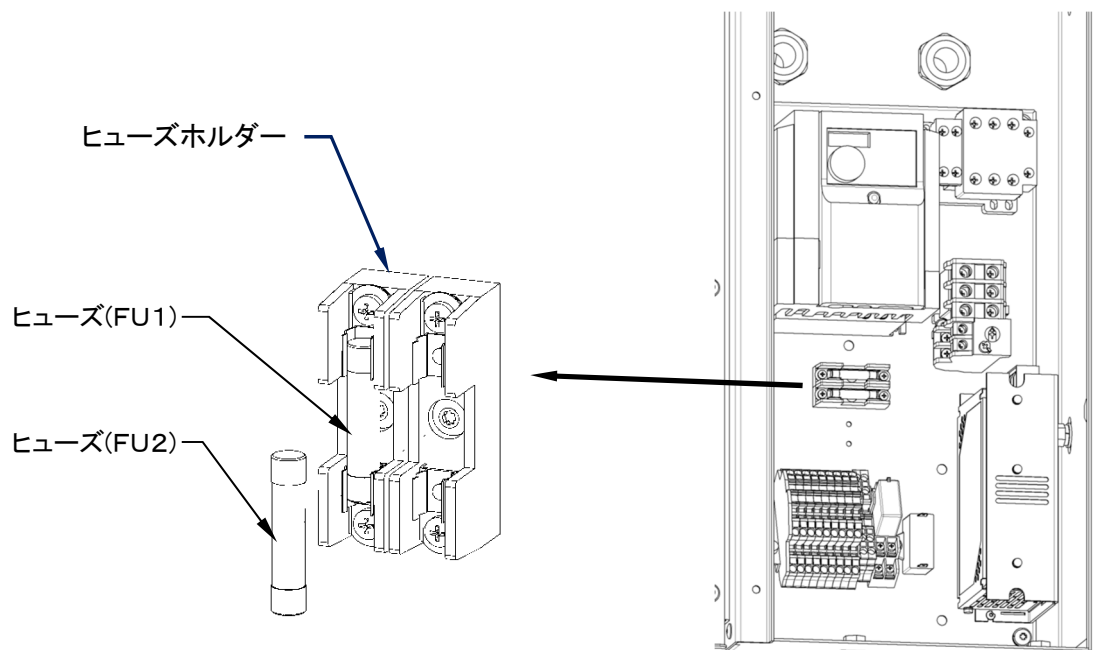

図 8-24
2) ヒューズの交換 (図 8-24)
- ・ 図 8-24 の要領でカセットを左に廻しカセットを外し、ロータ ASSY を手前に引き抜くとポンプチューブが外れます。